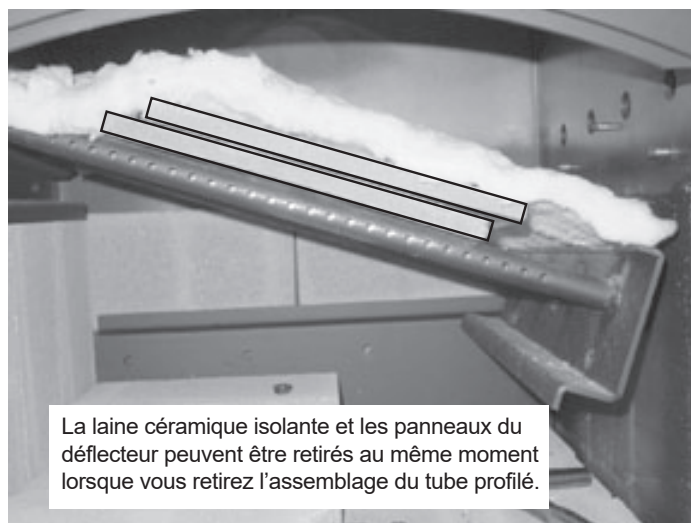

Figure 23.3
2. La plaque-défecteur est en 2 parties. Avec la laine céramique en place, glissez une des parties du déflecteur par-dessus l'autre tout en gardant tous les composants dans la boîte à feu. **Figure 23.3.**